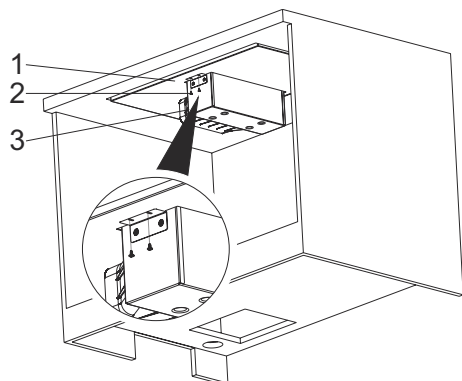

Abb. 9
- 5.** Die Haubenbox mittig unter das Kochfeld platzieren und an den kurzen Seiten mit den Schrauben (3,5x9,5) festschrauben (Abb. 9).